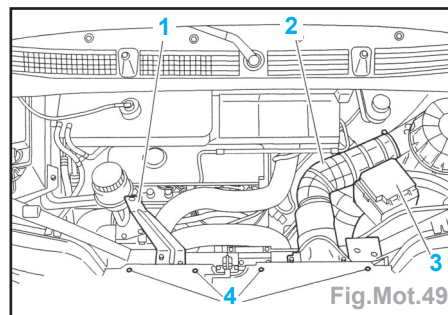

Fig.Mot.49
- Déposer (Fig.Mot.49) :
- les vis (4),
- le support réservoir de direction assistée (1),
- le manchon filtre à air (2),
- le boîtier fusibles et relais (3).
- les 4 vis (4) et le bandeau de façade (Fig.Mot.49),
- le boîtier fusibles et relais (3),